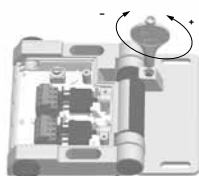

Fig. 6
5. Utilizzando la chiave di regolazione, regolare i contatti NC affinché siano sicuramente aperti all'angolo di apertura massimo consentito della porta. Girare in senso orario per ridurre l'angolo di intervento, oppure girare in senso antiorario per impostare un angolo maggiore (Fig. 6); in caso di montaggio interno, il senso di rotazione è invertito. L'angolo di apertura obbligata è di 7° maggiore dell'angolo di intervento impostato.